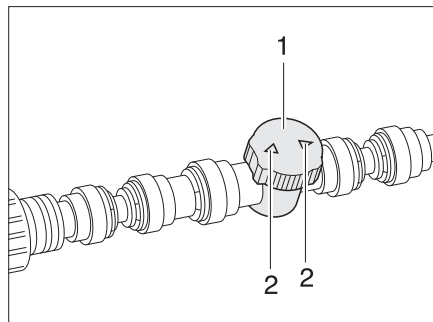

Bild 111 Regler Fußbodenerwärmung/
- Den Regler (Bild 111,1) auf die gewünschte Durchflussleistung stellen (max. Durchfluss = Pfeile (Bild 111,2) in Leitungsrichtung).
- Den Regler (Bild 111,1) so drehen, dass die Pfeile (Bild 111,2) quer zur Heizleitung stehen.